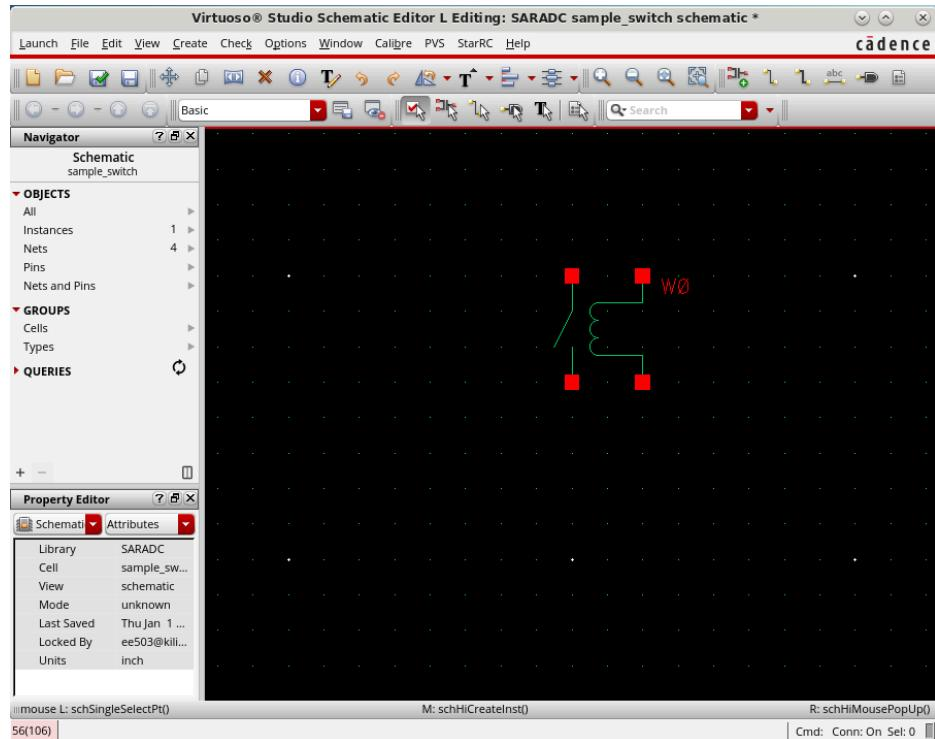

图 13 理想开关实例化
6. 点击 Schematic 视图中的空白处，将理想开关实例化。如图 13 所示。然后按键盘上的 **esc** 键关闭对话框。